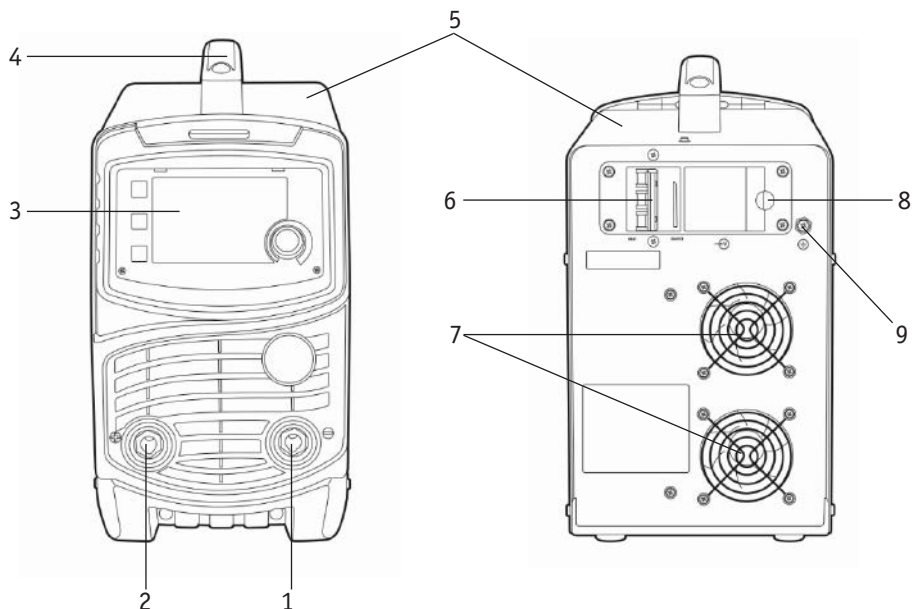

Рис. 6.0.1. Вид спереди и сзади.
1. Нажмите на кнопку MMA SYN (См. табл. 6.0.1, поз. 1) на передней панели сварочного аппарата (См. рис. 6.0.1). На LED дисплее загорится надпись SYN (См. рис. 6.0.2, поз. 8).
2. Выберите диаметр электрода (См. табл. 6.0.1, поз. 2) на передней панели сварочного аппарата (См. рис. 6.0.1). На LED дисплее загорится соответствующий диаметр электрода (См. рис. 6.0.2, поз.7).